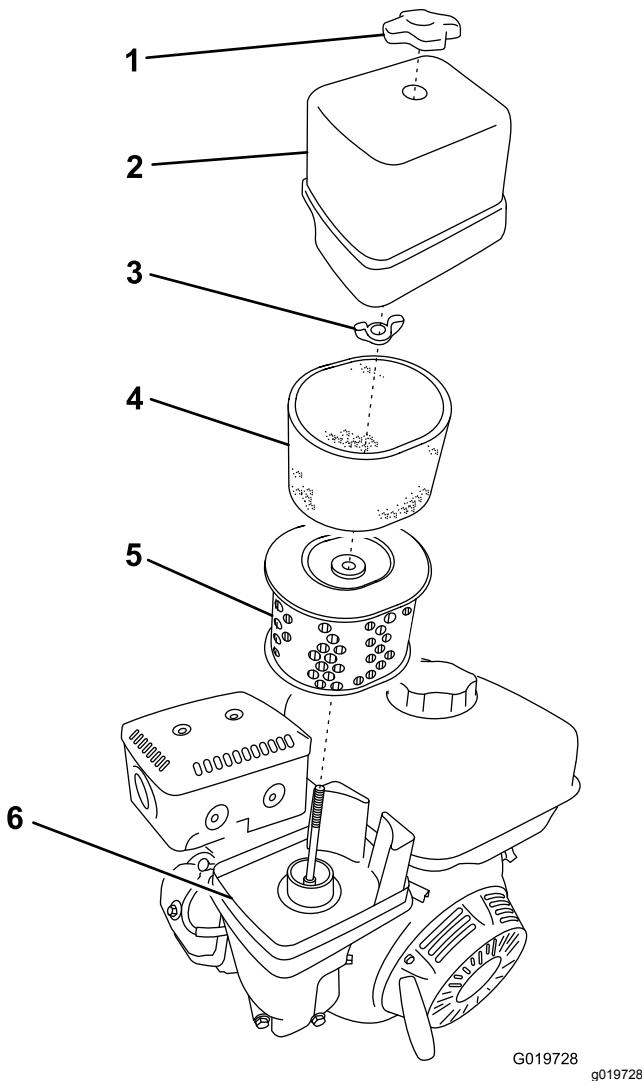

Figura 22
- Retire la tuerca que sujeta la tapa (Figura 22).
5. Separe cuidadosamente de la base los elementos de gomaespuma y de papel (Figura 22).
6. Separe el elemento de gomaespuma del elemento de papel (Figura 22).